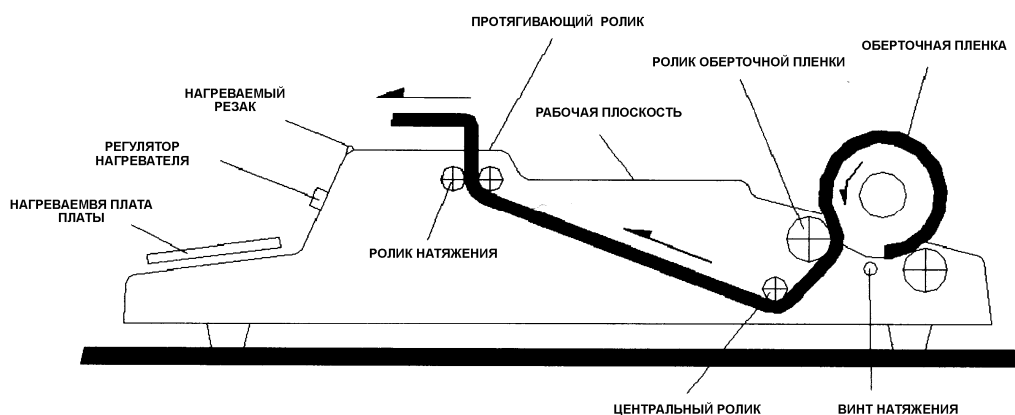

Рисунок 5.1 – Порядок установки рулона с пленкой
- ❑ Установите рулон с пленкой на задние ролики упаковщика (см. рисунок 5.1). При этом пленка должна быть протянута между рулоном и роликом оберточной пленки, входя между ними со стороны верхней части. Затем пленка должна пройти снизу центрального ролика, а потом между роликом натяжения и протягивающим роликом, входя между ними снизу.